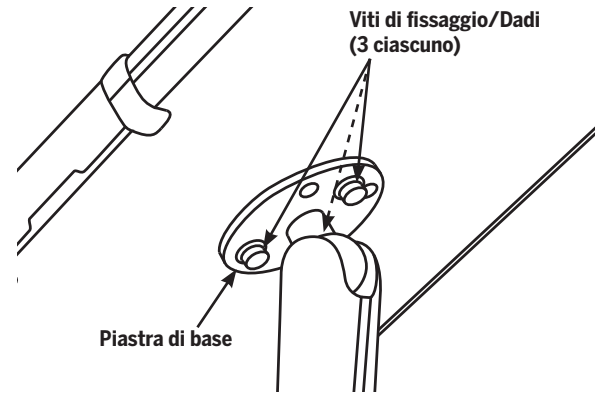

Figura 19. Installazione della piastra base sul portablocco
2. Installare la piastra base sul retro del portablocco, come indicato nella **Figura 19**, utilizzando tre viti di fissaggio da 16 mm e tre dadi Nyloc. Serrare le viti di fissaggio a **6,0 N-m (4,4 ft-lbf)**.